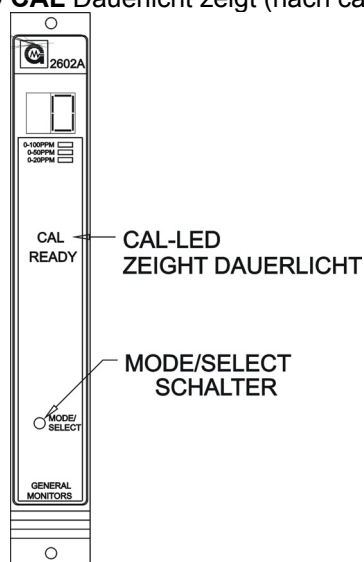

Abbildung 17 - Kalibrierungsmodus aktivieren
- Gehen Sie in den Kalibrierungsmodus, indem Sie die Schritte zum Wechseln in den Kalibrierungsprüfmodus durchführen und den Mode/Select-Schalter weiter drücken und halten, bis die LED **CAL** Dauerlicht zeigt (nach ca. 15 Sekunden, Abbildung 17).
- 2 Schalten Sie das Gerät gemäß der Anleitung auf Seite 24 und 25 dieser Bedienungsanleitung in den Kalibrierungsmodus (Abbildung 17).